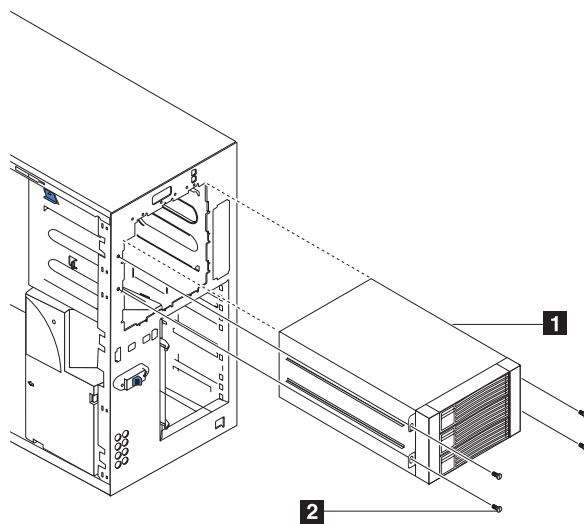
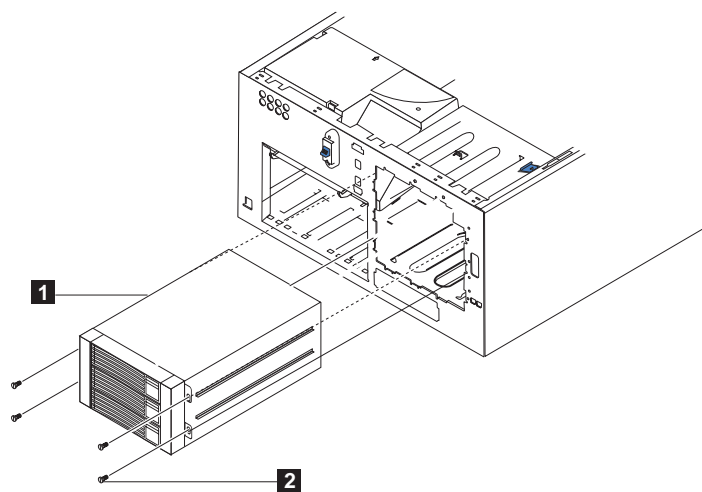

图 63. 连接 3-Pack 扩充件（型号 25T）
图 64. 连接 3-Pack 扩充件（具有机架安装转换功能的型号 25T）
11. 将 3-Pack 扩充件在引擎中滑动直至不能前进，然后使用提供的四个螺钉将此选件固定在引擎中（参见图 63 或图 64）。
5. 卸下用于将 3-Pack 扩充件固定在底盘的四个螺钉（有关螺钉的位置信息，参见第 79 页的图 63）。